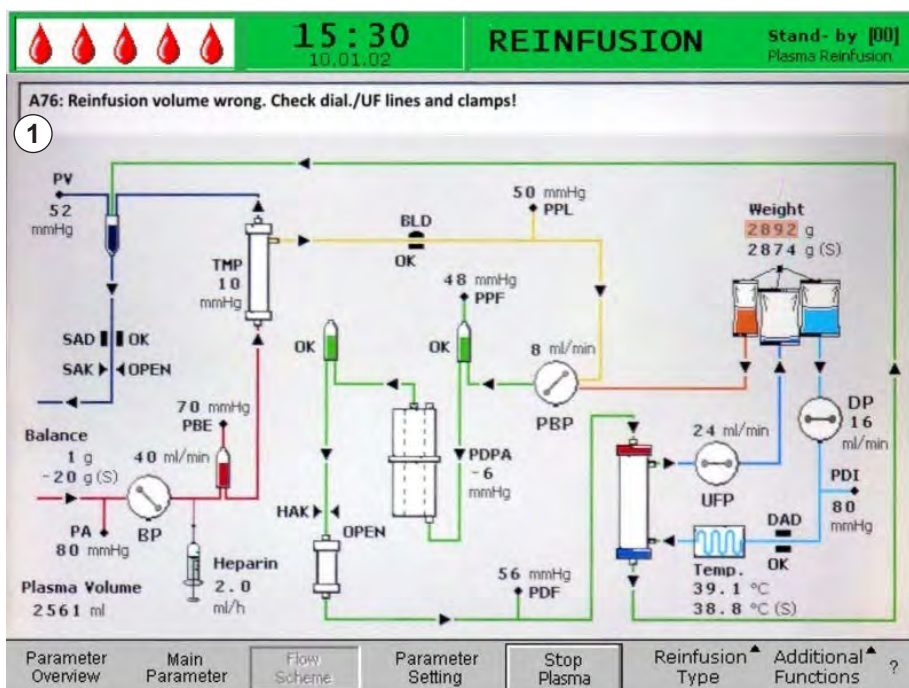

Рис. 10-1 Индикация сигналов тревоги в строке сигналов тревоги/замечаний
Аварийная ситуация всегда требует особого внимания и немедленной реакции пользователя. Сигналы тревоги отображаются в строке сигналов тревоги/замечаний (Рис. 10-1, ①) и сопровождаются подачей звукового сигнала.